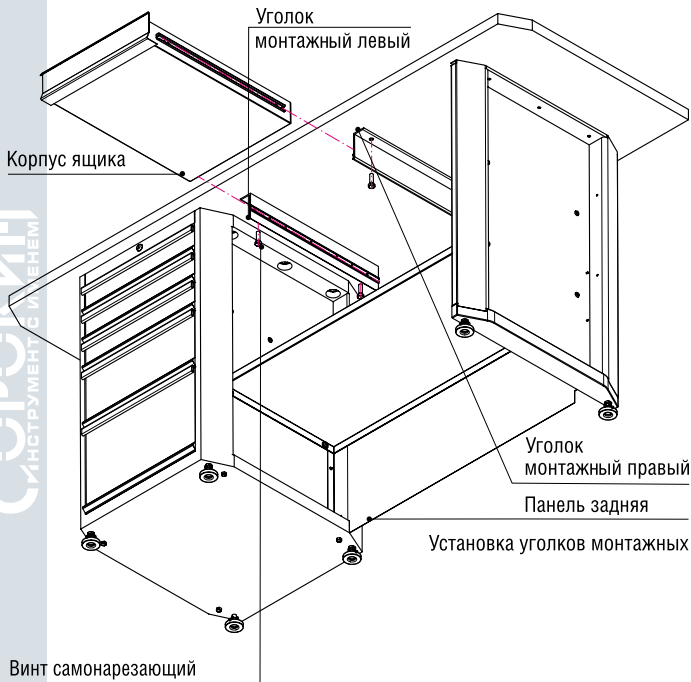

Рисунок 8 - Установка ящика
1. Установите уголки монтажные при помощи самонарезающих винтов (рис. 8).
ВАЖНО! При монтаже ящиков обязательна установка панели задней в нижнее положение, как показано на рис. 8.